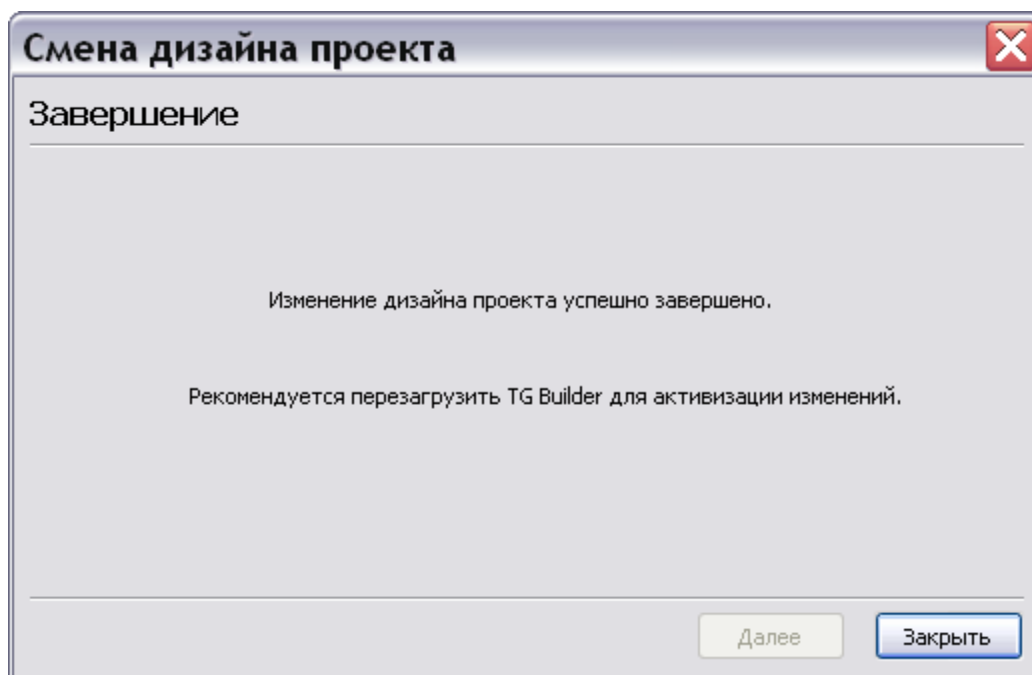

Рис. 2.31
9. Нажатие на кнопку **Далее** запустит процесс смены дизайна, после его завершения откроется окно **Смена дизайна проекта/Завершение** (Рис. 2.31).